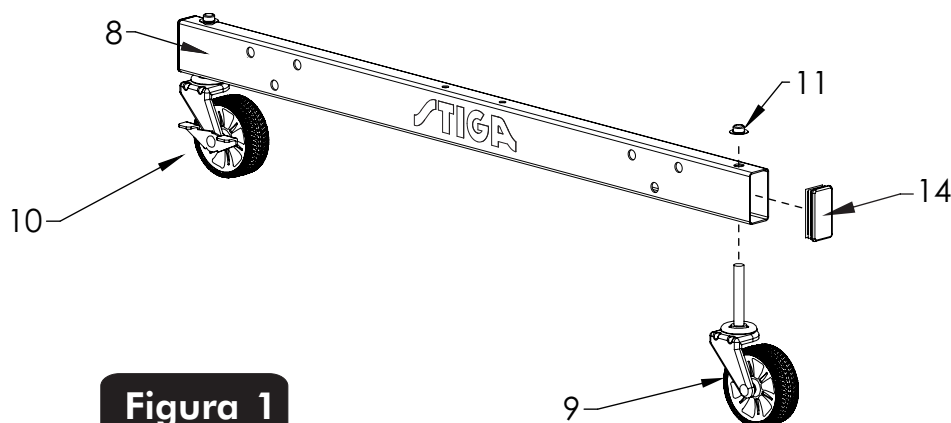

Figura 1
- 1A.** Adjunte las llantas (#9 y #10) a el Carril. Deslice una llanta con seguro (#10) a través de Carril (#8) y asegurela con una Contratuerca (#11) como se muestra en la **Figura 1**. Golpe la Contratuerca (#11) **ligeramente** con un martillo para asegurarla en su lugar. En el otro extremo del carril adjunte una llanta sin seguro (#9). Asegúrese que cada carril tenga una llanta con seguro y una llanta sin seguro. Repita el paso para el segundo Carril.
- 1B.** Inserte los Tapones (#14) al Carril (#8) como se muestra en la **Figura 1**.